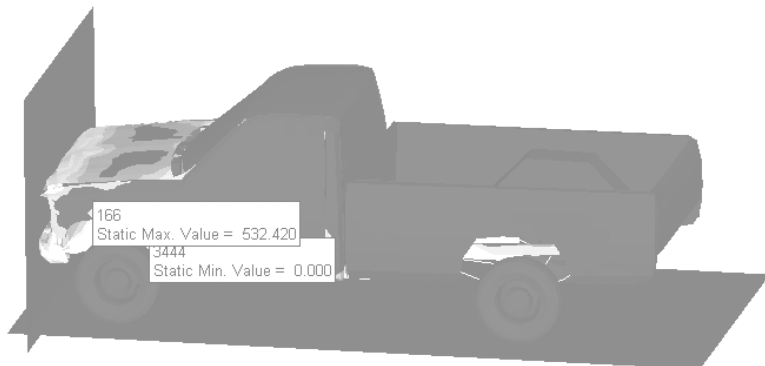

图 13-35 在图形区显示测量值
- (1) 载入 d3plot 文件。
- (2) 在工具栏单击 Contour () 按钮。
- (3) 在 Result 下选择应力 (Stress(t)) 和等效应力 (VonMises)，在 Averaging Method 栏中选择 Simple。
- (4) 单击 Apply 按钮。
- (5) 单击  按钮，运行模型动画。
- (6) 停止模型动画。
- (7) 单击 Measure () 按钮。
- (8) 激活 Static MinMax Result 复选框，图形区将显示整个时间段的最大值和最小值，如图 13-35 所示。
- (9) 在 Display options 栏下取消选择 Transparency 复选框，测量值将直接显示在图形区。
- (10) 取消选择 Static MinMax Result 复选框。
- (11) 激活 Dynamic MinMax Result 复选框，图形区将显示每个时间步的最大值和最小值。